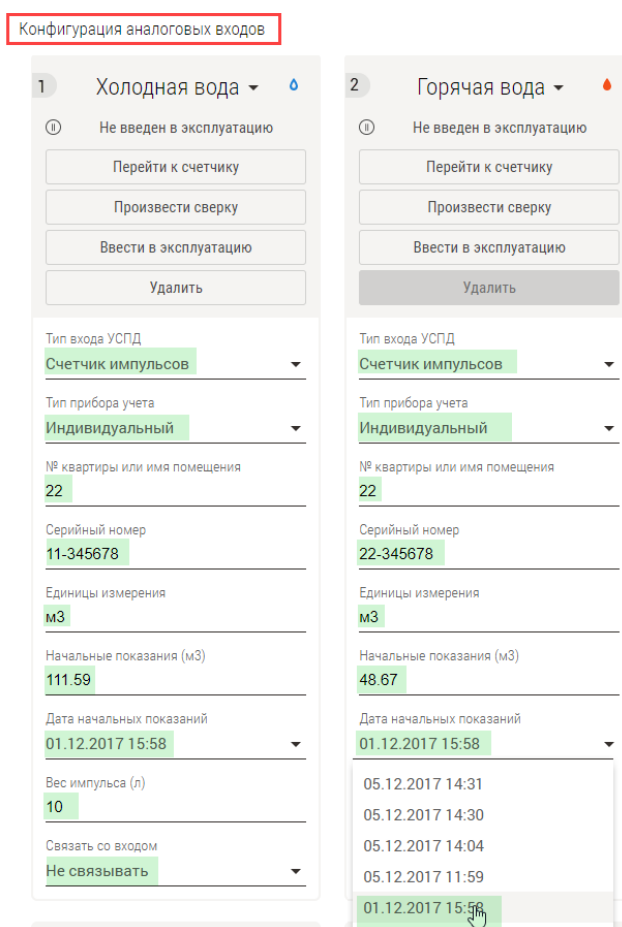

Рис. 26. Ввод начальных показаний.
3. В строке **Дата начальных показаний** выберите из выпадающего списка дату и время последнего нажатия кнопки (записи показаний счётчика) (Рис. 26).